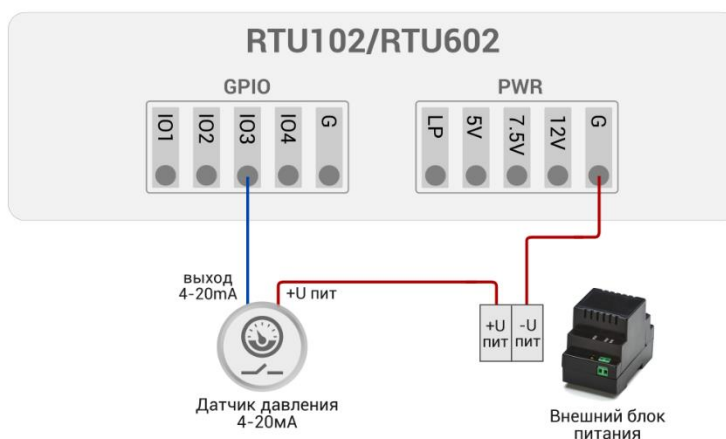

Рис. 12. Подключение токового датчика к УСПД (с питанием от внешнего БП).
- Датчик запитывается от внешнего источника питания. Такая схема используется в том случае, если напряжение питания на выходах УСПД (**7.5V** и **12V**) не соответствует тому напряжению, которое необходимо подавать на датчик. В этом случае подключение датчика происходит по схеме на Рис. 12. Выход 4-20мА датчика соединяется с любым из входов **IO1-IO4** УСПД, контакт +Упит датчика подключается к +Упит блока питания, а -Упит БП соединяется с любым контактом **G** УСПД.